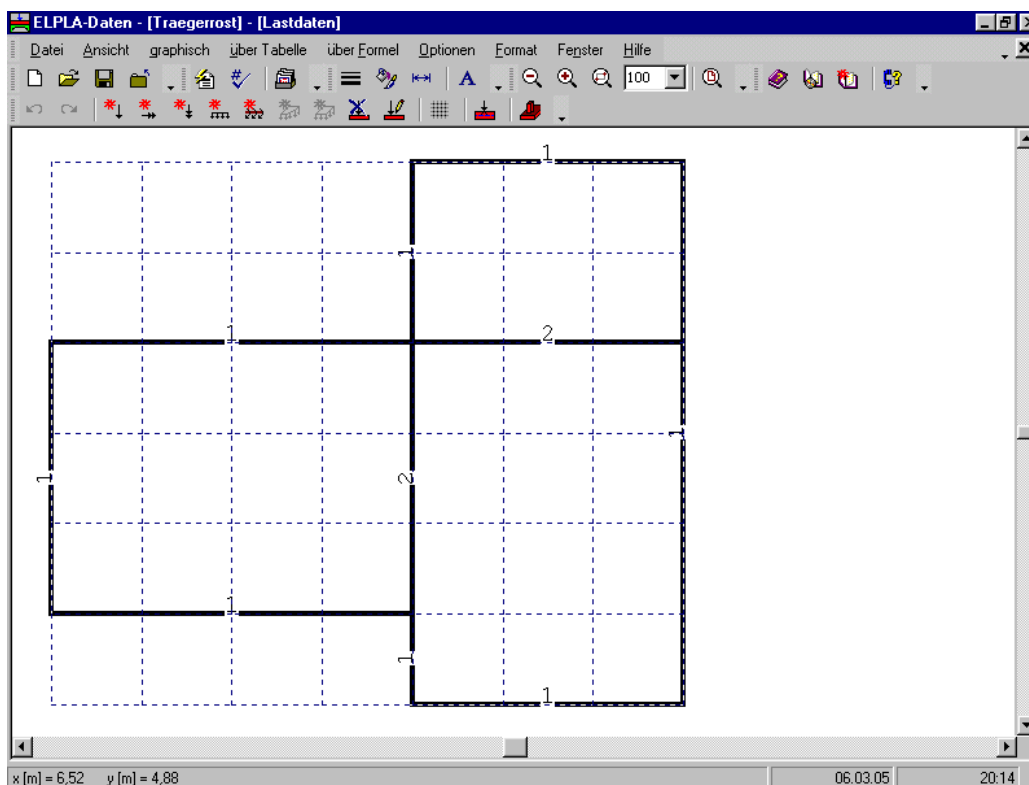

Bild 4-24 Eingebettetes Programm "Lastdaten"
- Wählen Sie den Befehl "Lastdaten" aus dem "Daten"-Menü des *ELPLA-Daten*-Fensters. Das folgende eingebettete Programm (Bild 4-24) mit den Stäben auf dem Netz erscheint.
- Wählen Sie "Punktlasten" aus dem Menü "graphisch" im Fenster von Bild 4-24